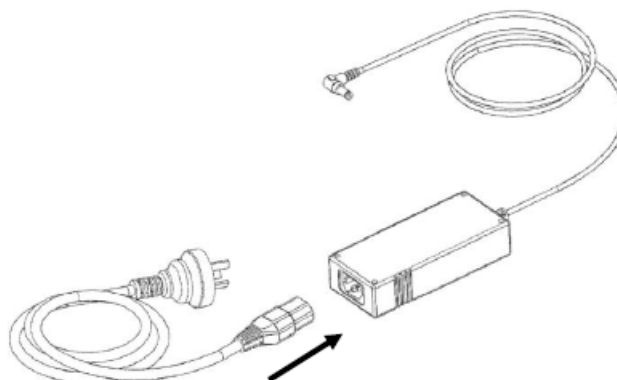

Рисунок 3-13: Подключение сетевого кабеля.
- а. Подключите сетевой шнур к адаптеру питания, как показано на: Рисунок 3-13.